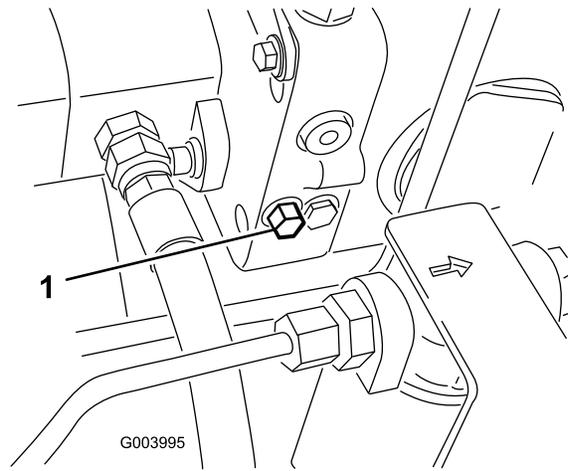

Figure 71
1. Tournez le boulon de la vanne de dérivation une fois et demie pour ouvrir la vanne et permettre la dérivation interne de l'huile (Figure 71).